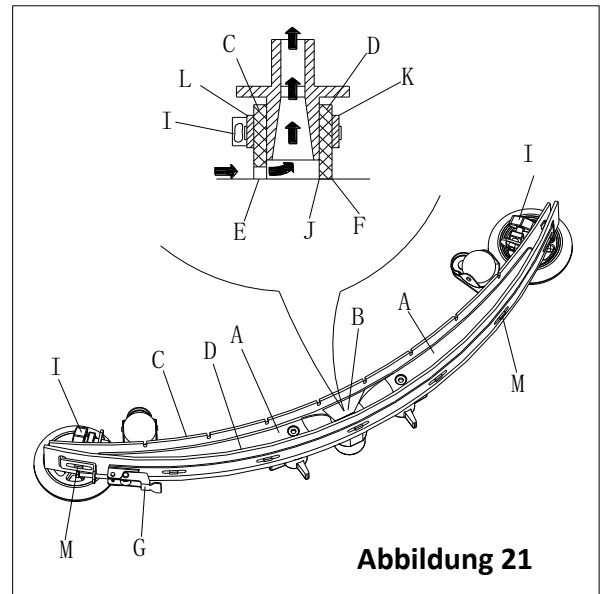
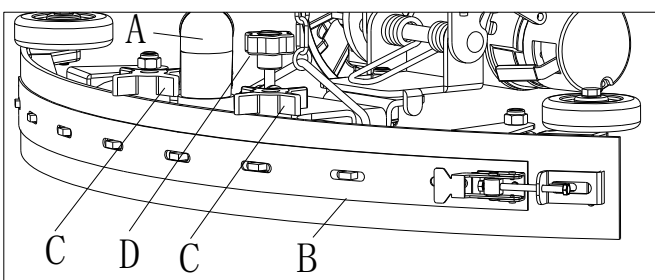

Abbildung 21
Abbildung 22
2. Überprüfen Sie, dass die Kanten (E, Abbildung 21) des vorderen Blatts (C) und die Kanten (F) des hinteren Blatts (D) auf gleicher Ebene liegen, entlang ihrer Länge. Passen Sie deren Höhe nach dem folgenden Verfahren an, falls erforderlich:
- Entfernen Sie die Verbindungsstange (G), lösen Sie die Befestigungselemente (M) und passen Sie das hintere Blatt (D) an, dann legen Sie die Befestigungselemente (M) ein und installieren Sie die Verbindungsstange (G).
- Lösen Sie die Knöpfe (I) und passen das vordere Blatt (C) an. Ziehen Sie dann die Knöpfe fest an.
3. Überprüfen Sie das vordere Blatt (C) und das hintere Blatt (D) auf Verschleiß, Schnitte und Risse. Ersetzen Sie diese nach folgender Vorgehensweise, falls erforderlich. Überprüfen Sie, ob die vordere Kante (J) des hinteren Blatts (D) nicht abgenutzt ist. Drehen Sie die Klinge um, um die abgenutzte Kante mit einer ganzheitlich abschließenden zu ersetzen, falls erforderlich. Falls die anderen Kanten ebenfalls abgenutzt sind, ersetzen Sie das Blatt nach der folgenden Vorgehensweise:
- Entfernen Sie die Verbindungsstange (G), lösen Sie die Befestigungselemente (M) und entfernen Sie die Halteleiste (K), ersetzen/kippen Sie dann das hintere Blatt (D). Montieren Sie das Blatt in umgekehrter Reihenfolge der Demontage.
- Schrauben Sie die Knöpfe (I) ab und entfernen die Halteleiste (L), ersetzen Sie dann die vordere Klinge (C). Montieren Sie das Blatt in umgekehrter Reihenfolge der Demontage. Nach dem Blattwechsel (oder Umkippen), passen Sie die Höhe an, wie im vorherigen Schritt gezeigt.
4. Verbinden Sie den Vakuumschlauch (A, Abbildung 22) mit dem Gummiabzieher.
5. Installieren Sie den Gummiabzieher (B) und verschrauben Sie die Knöpfe (C).
6. Falls erforderlich, passen Sie den Balance-Einstellknopf des Gummiabziehers (D) an.